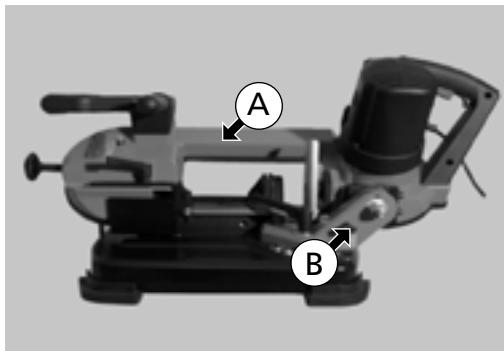

Fig. 2
Para o transporte, a cabeça de corte (A) foi fixada na posição inferior com um parafuso de fixação (B) - (Fig. 2).